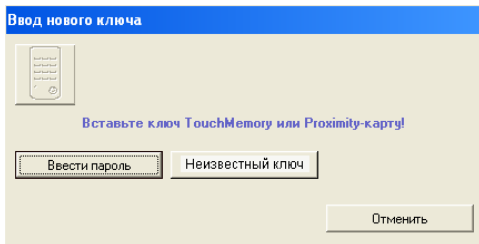

Рис. 5
3. Правой кнопкой мыши кликните по блоку «Ключи», выберите в контекстном меню «Добавить». Откроется окно «Ввод нового ключа» (рис.5). Кнопка «Неизвестный ключ» будет активна.